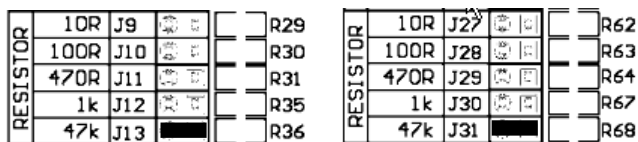

Figure 2: Réglage par défaut de la résistance de charge, canal gauche et droit
Il y a cinq (5) réglages différents disponibles pour ajuster la résistance de charge: 10Ω, 100Ω, 470Ω, 1kΩ et 47kΩ. Ces réglages correspondent aux supports de cavaliers J9, J10, J11, J12 et J13 (canal gauche) et J27, J28, J29, J30 et J31 (canal droit). Le réglage par défaut est de 47kΩ, les cavaliers se trouvent donc sur les positions J13 et J31 (Voir Figure 2).